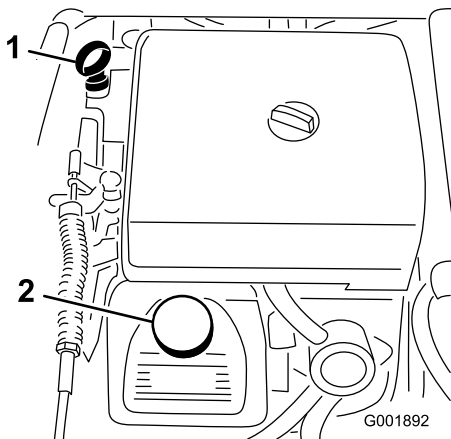

Bild 21
2. Nehmen Sie den Peilstab heraus und wischen Sie ihn mit einem sauberen Lappen ab (Bild 21). Stecken Sie den Peilstab in das Rohr und stellen Sie sicher, dass er vollständig eingeführt ist. Nehmen Sie den Peilstab heraus und prüfen Sie den Ölstand.
3. Wenn der Ölstand niedrig ist, nehmen Sie den Deckel des Einfüllstutzens von der Ventilabdeckung ab (Bild 21) und füllen Sie Öl auf, bis der Ölstand die Vollmarke am Peilstab erreicht. Angaben zur richtigen Ölsorte und zur Viskosität finden Sie unter Warten des Motoröls“ im Wartungsabschnitt. Gießen Sie Öl langsam ein und prüfen Sie den Ölstand häufig während des Füllens. Nicht überfüllen.